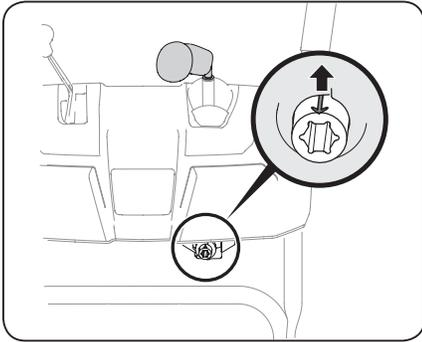

Figura 2-25
5. Gire la palanca de control hasta la posición de la 1 en punto de manera que la flecha indicadora plateada del engranaje del piñón que está debajo del tablero de control quede orientada hacia arriba. Consulte Figura 2-25.